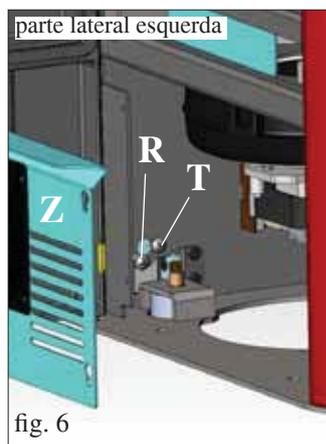
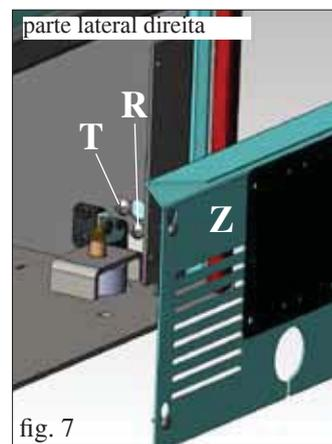

fig. 6
fig. 7
Montar o cotovelo de junção com faixa fornecidos em dotação na boca da saída fumos (D - fig. 6).
Retirar o diafragma pré-cortado pelo lado em chapa para permitir a passagem do tubo saída fumos (não em dotação) (fig. 6). Completar a operação fixando o florão de fecho em dotação (E-fig.7) através dos parafusos em dotação, após ter montado a parte lateral em metal.
Verificar o alinhamento vertical das partes laterais em cerâmica (C) e efetuar eventuais regulações através dos parafusos postos sobre o elemento de cobertura (V - fig. 5) e, no interior da salamandra, através dos parafusos (R - fig. 6/7)
**Importante:** antes de efetuar a operação retirar o painel zincado (Z - fig. 6/7) em ambos os lados e afrouxar os parafusos de travamento (T - fig. 6/7).